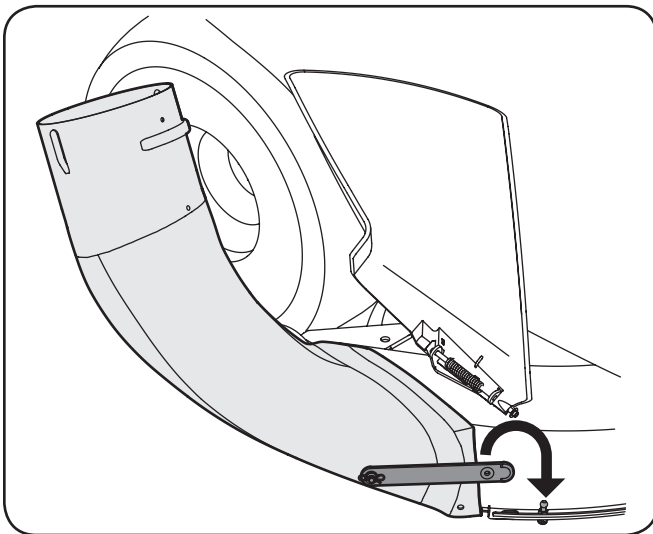

Figure 4-23
- Fixez le coude de la goulotte de descente à la plate-forme du tracteur en accrochant la courroie de la goulotte de descente sur la goupille de queue à rotule installée plus tôt sur la plate-forme. Consultez la Figure 4-23.